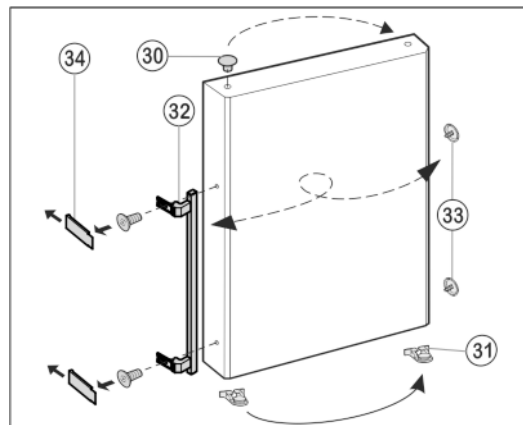

Fig. 10
- ▶ Trň Fig. 10 (30) z ložiskového puzdra dverí vyberte a premiestnite.
- ▶ Odmontujte držadlo dverí Fig. 10 (32), trne Fig. 10 (33) a prítlačné platničky\* Fig. 10 (34) a premiestnite na opačnú stranu.